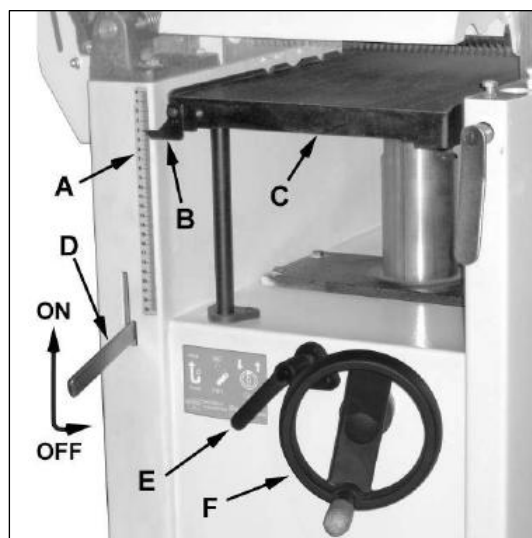
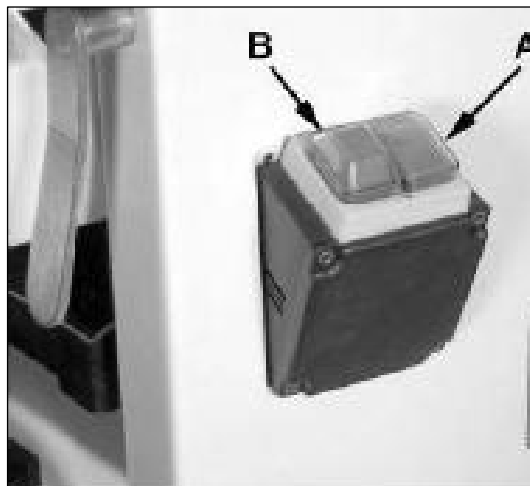
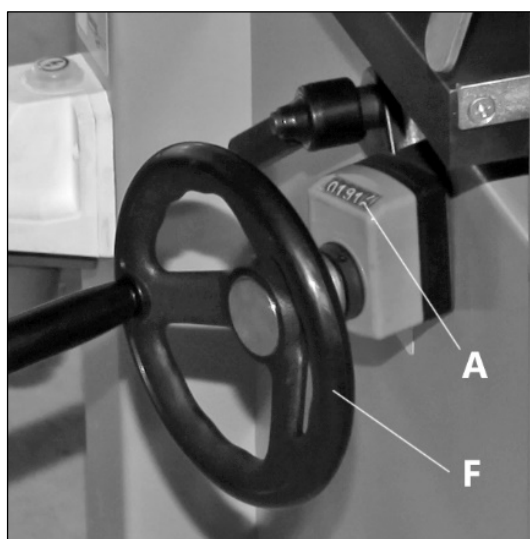

Рисунок 4.
Рисунок 5.
Рисунок 6.
Для включения автоматической подачи установите ручку подачи рейсмусового станка D (рис. 4) в верхнее положение включает подачу станка. Опустив ручку в нижнее положение, вы отключите подачу.
Станок включается при помощи зеленой кнопки А (рис. 5) выключателя, выключается при помощи красной кнопки В. Включению и выключению автоматической подачи заготовки при рейсмусовании осуществляется рычагом D (рис. 4).
- Разблокируйте фиксатор Е стола С (рис. 4).
Примечание: каждый оборот маховика F приводит к перемещению стола С на 4 мм вверх или вниз. Индикатор А на основании маховика показывает расстояние от стола до вала (рис. 6). Указатель В (рис. 4) показывает положение рейсмусового стола относительно ножевого вала по шкале А, расположенной сбоку на основании станка.